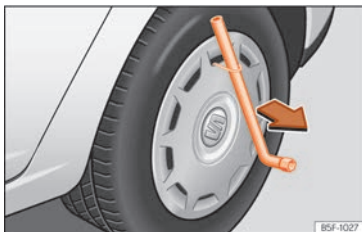

Abb. 35 Die Radvollblende vom Rad abnehmen.
- Schieben Sie den Radschlüssel durch den Drahtbügel, nutzen Sie den Reifen als Hebel und ziehen Sie die Radvollblende ab »» **Abb. 35**.